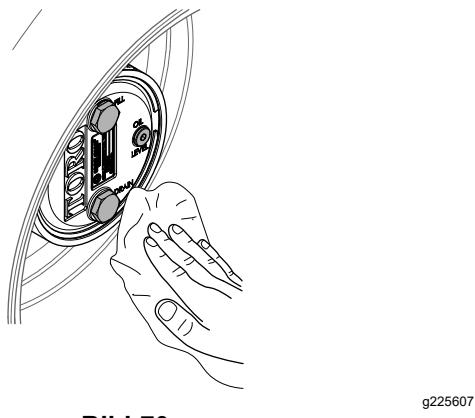

Bild 70
3. Wischen Sie das Gehäuse des Planetengetriebes und der Bremse ab (Bild 70).